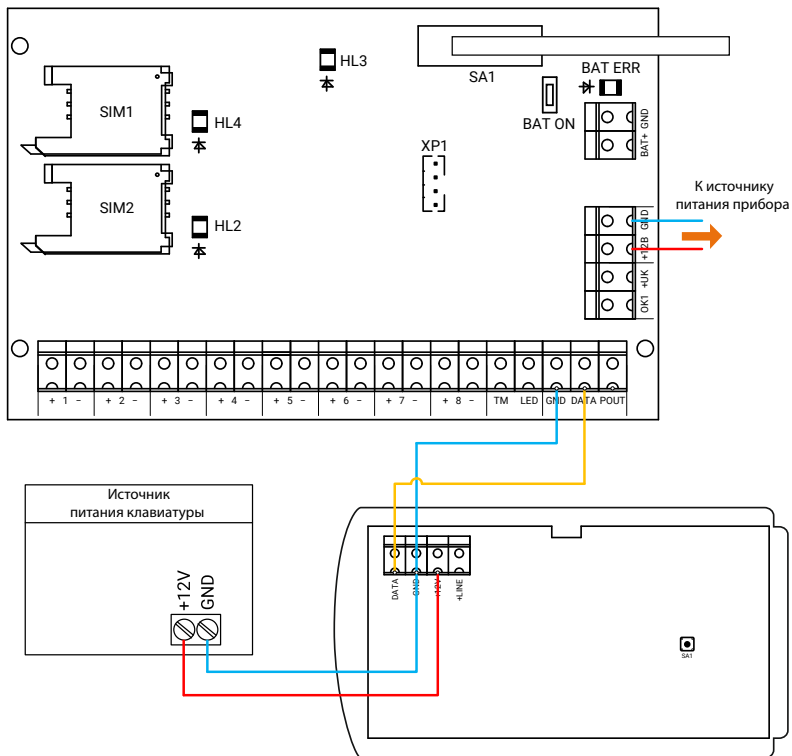

Рисунок 17. Подключение клавиатуры с питанием от внешнего источника
Используйте для питания клавиатуры **внешний источник** (рис. 17) если она находится далеко от прибора (например, при включении прибора, клавиатура не включается или работает некорректно).
*Подключение аналогично клавиатуре KB1-2, рис. 17.*